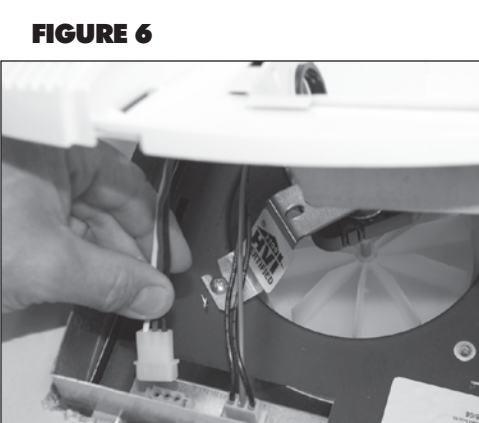
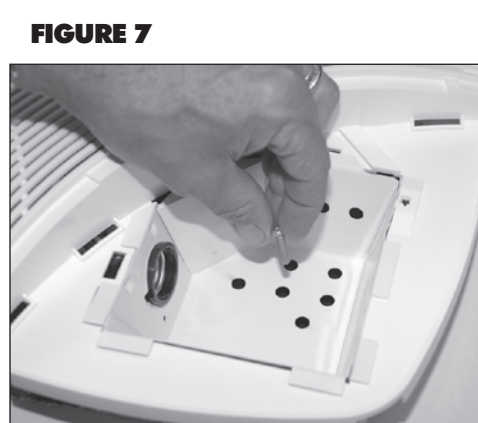

FIGURE 6
FIGURE 7
10. Plug lampholder into receptacle (Fig. 6) and install grille over housing by inserting mounting screw through the reflector (Fig. 7) and into the motorplate. Tighten screw to draw grille firmly against ceiling.
10. Para instalar el enchufe de la rejilla en la lámpara desde el ensamble de la rejilla. Luego introduzca los resortes de la rejilla dentro de las muescas en el bastidor y firmemente empuje la rejilla en su sitio. (Fig. 6)
11. Instale un bombillo A-19, de un máximo de 100v y luego deslice las cubiertas plásticas hasta que esté en su sitio alineando las lengüetas con las muescas en la rejilla. (Fig. 7).
Coloque el bombillo otra vez, presione firmemente la cubierta plástica como se muestra en la Fig. 7 y deslice la cubierta plástica hacia afuera de la rejilla.
10. Pour installer la grille d'éclairage : insérer les ressorts dans les fentes de l'enveloppe et pousser fermement la grille en place (Fig. 6).
11. Visser une ampoule A-19 (100 watts maximum) puis positionner la lentille en alignant les pattes sur les fentes de la grille. Faire glisser la lentille jusqu'à ce que le loquet soit bien fixé à la grille (Fig. 7).